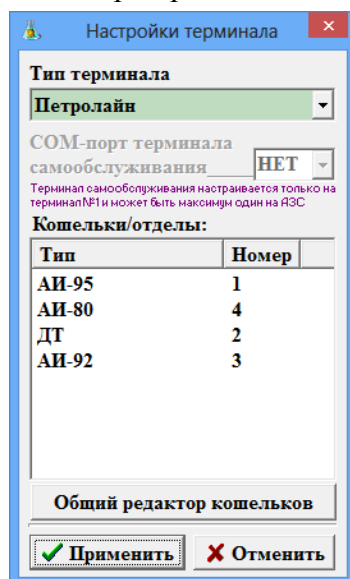

Рис. 14
Примечание. В файле GSMCode.set необходимо задать соответствие номеров кошельков, настроенных в программе конфигурации для объекта «Терминал» (рис.14) кодам GSM, установленным ООО «ЛУКОЙЛ-интер-кард».
В программе оператора в меню "Ридер" в пункте меню «Настройка СБРФ-Терминала» можно включить/отключить использование предавторизации при отпуске до полного (рис.14а).
Внимание. Обязательно должен быть задан путь к библиотекам сбербанка (рис.14а).
Рис.14а
4. В программе оператора ПТК АЗС в меню Ридер\Arcus:дополнительные операции \ Настройка терминала Arcus можно задать (изменить) настройки терминала Arcus (рис.14б).
3. На диске `c:\` должна быть папка «Eftpos 3.0» с библиотеками "Uniteller". В этой папке в файле `service.config` необходимо прописать COM-порты ридерам (рис.14в) .ViviPayKiosk 2 работает с юнитейлером через ком-порт.